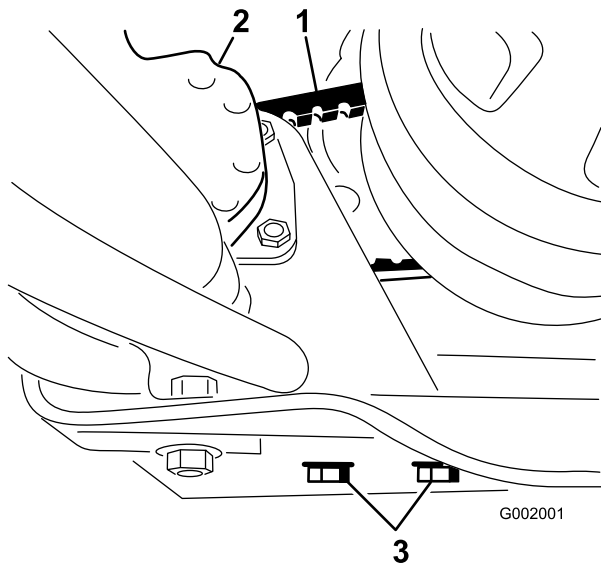

Figura 66
2. Afloje los pernos de montaje de la bomba de dirección (Figura 66).